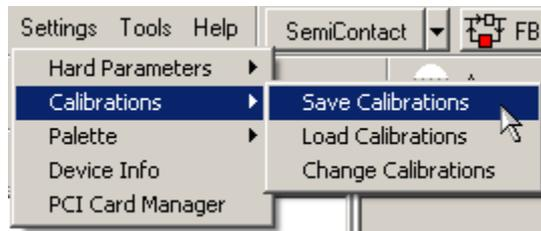

Рис. 2-5
1. В Главном меню последовательно выберите пункты **Settings** → **Calibrations** → **Save Calibrations** (Рис. 2-5).